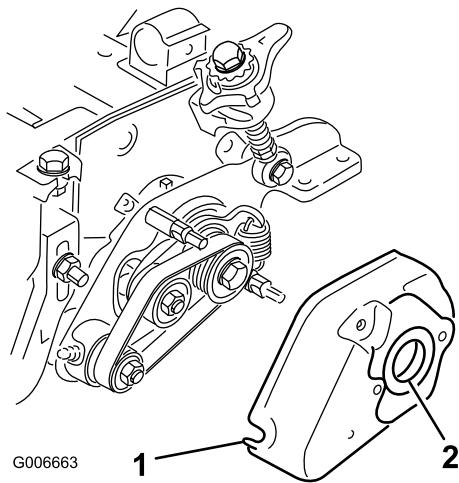
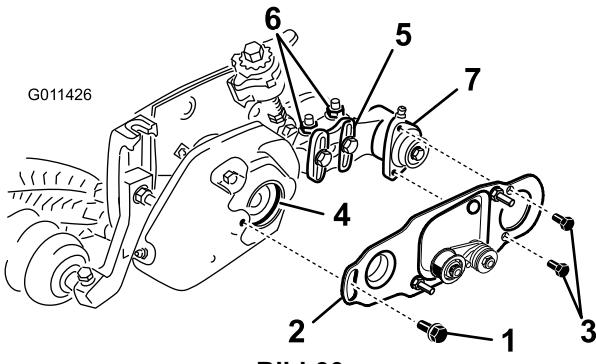

Bild 29
Bild 30
35. Montieren Sie die Groomerabdeckung und befestigen Sie diese mit zwei Bundmuttern (5/16") (Bild 29).
36. Schmieren Sie die Scheibe in der Groomerabdeckung innen mit Schmiermittel ein (Bild 29).
37. Lösen Sie die Schrauben, mit denen das Lagergehäuse der Rollenbürste an den Befestigungshalterungen der Rollenbürste montiert ist (Bild 30).
38. Bauen Sie die Schwenkplatte der Rollenbürste ein (Bild 30). Wenn der Vorsprung an der Schwenkplatte in die Scheibe an der Groomerabdeckung eingesetzt wird, achten Sie darauf, dass die Scheibe richtig auf der Abdeckung positioniert bleibt.
39. Schmieren Sie die zwei Kopfschrauben (5/16" x 5/8") mit 242 Loctite (blau) ein und befestigen Sie die Bürstenplatte am Lagergehäuse der Rollenbürste mit diesen Schrauben (Bild 30). Ziehen Sie die Kopfschrauben auf 20-26 Nm an.
- Lösen Sie die zwei Bundsicherungsmuttern, mit denen die Befestigungshalterung der Rollenbürste an der Seitenplatte der Schneideeinheit befestigt ist (Bild 30).
- Drehen Sie das Lagergehäuse der Rollenbürste so lange, bis die Bürstenplatte mit der Seitenplatte der Schneideeinheit parallel ist (Bild 30).
41. Schmieren Sie die Schulterschraube mit 242 Loctite (blau) ein (Bild 30). Befestigen Sie die Bürstenplatte mit der Schulterschraube an der Groomerabdeckung, (Bild 29). Ziehen Sie die Schraube auf 20 bis 26 Nm an.